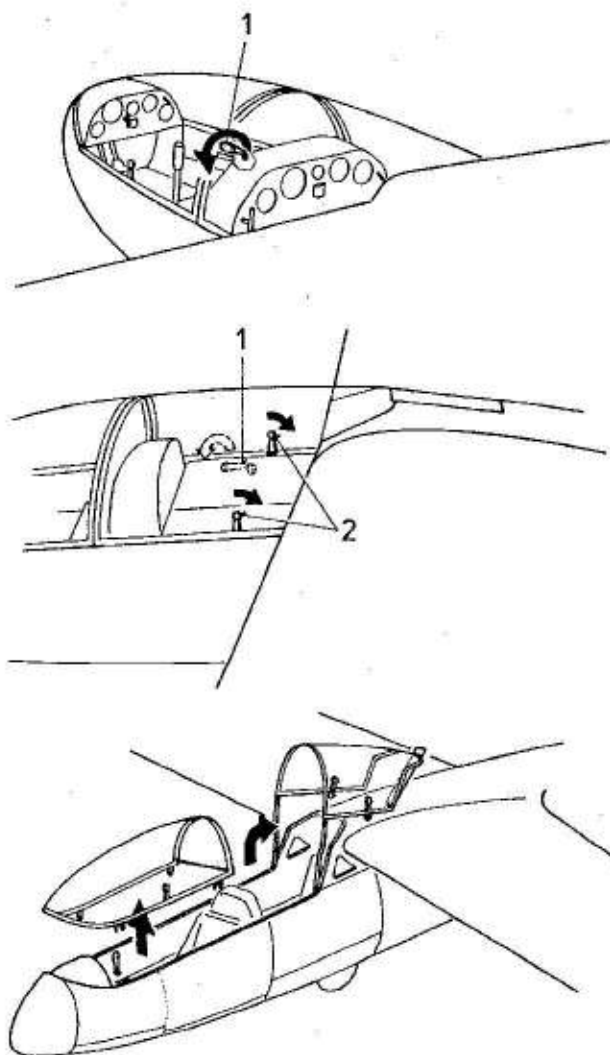

FIG. 3 - 1
**3.2 CANOPY JETTISON ( SEE FIG. 3 - 1 )**